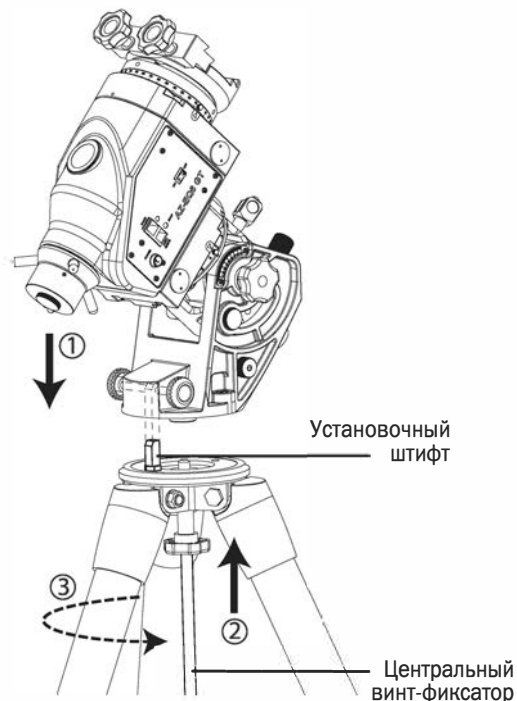

Рис. 1.2b
2. Совместите положение установочного штифта на треноге с зазором между винтами регулировки по азимуту, и поместите монтировку на треногу (рис. 1.2b).
5. С помощью маховика с рифленой головкой, закрутите центральный винт-фиксатор (рис. 1.2b).